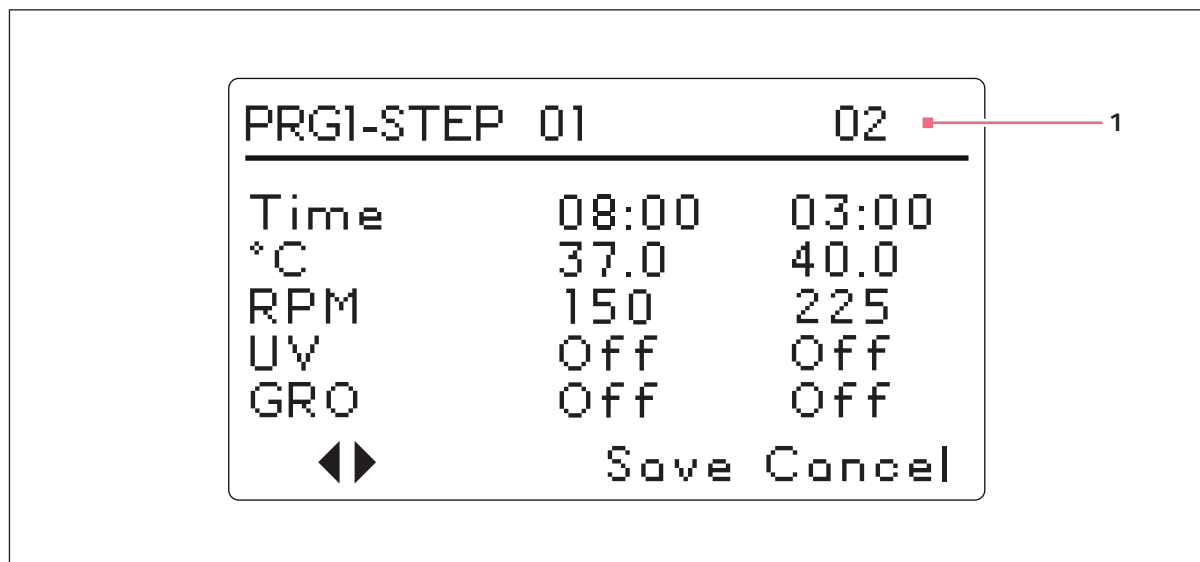

Рис. 5-13: Программа 1, Шаг 2
6. Чтобы установить требуемую температуру (°C от 4,0 до 80,0) на заданный период времени, поверните ручку управления (влево для уменьшения значения, вправо для его увеличения). Когда появится нужное значение, нажмите на ручку управления, чтобы сохранить настройку. Мы установим температуру Шага 1 на **37,0 °C** (см. рис. 5-13 на стр. 59).
8. Поверните ручку управления, чтобы выбрать требуемую скорость перемешивания (от 25 до 400 об/мин) на этот период времени, затем нажмите на ручку управления, чтобы сохранить настройку. Мы установим скорость Шага 1 на 150 об/мин (см. рис. 5-13 на стр. 59).
9. Чтобы запрограммировать Шаг 2 (см. рис. 5-13 на стр. 59): с помощью ручки управления выделите стрелки в левом нижнем углу экрана. Нажмите на ручку управления, чтобы стрелки начали мигать, затем поверните ручку управления вправо, пока не появится Шаг 2 (Step 2). Нажмите на ручку управления, чтобы начать работу на этом экране, и повторите шаги 3-10.